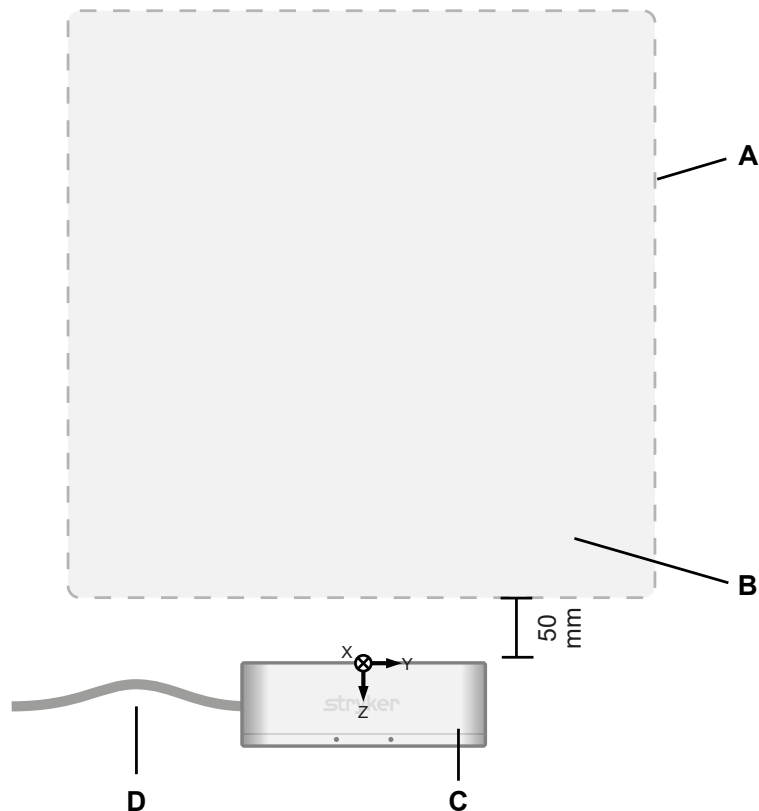

Figura 2: Colocación del generador de campos (vista superior)
5. Coloque el brazo de montaje del generador de campos de modo que la distancia entre el generador de campos y el área quirúrgica del paciente sea de 50 mm. Véase la Figura 2: